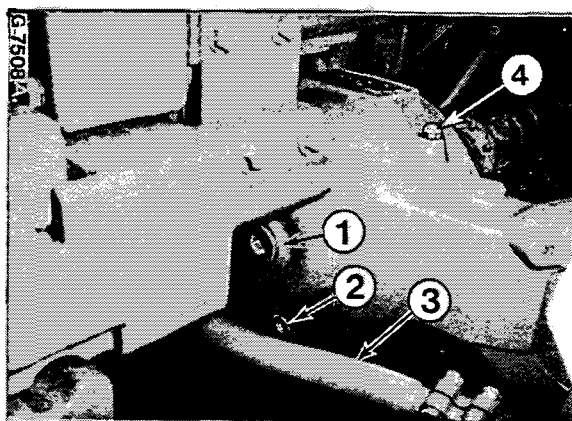
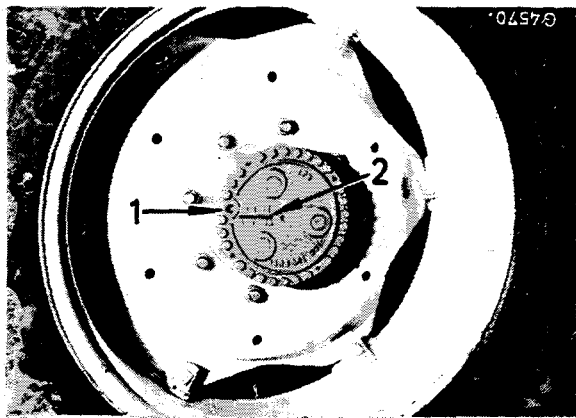
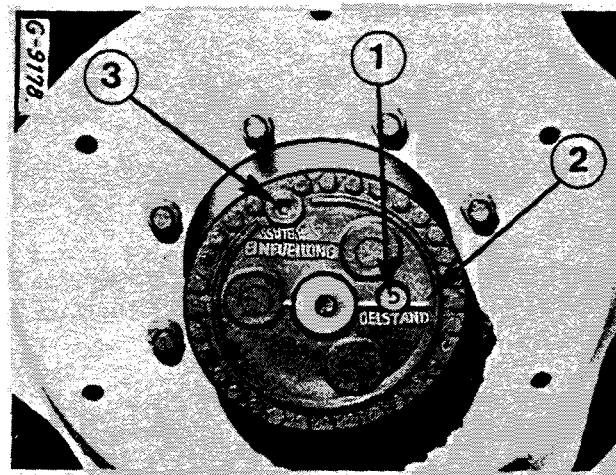

Figure 88
Figure 89
Figure 90
Vérifiez le niveau d'huile du différentiel, Fig. 88 et des réductions finales, Fig. 89 et 90, le tracteur étant arrêté sur un terrain plat.
Enlevez les bouchons (1) Fig. 88 et 89 ou (1 et 3) Fig. 90 et ajoutez éventuellement de l'huile pour amener le niveau aux orifices de remplissage. Remettez les bouchons.
Tournez chaque roue avant de façon que les bouchons (1) Fig. 89 ou (3) Fig. 90 soient dans leur position la plus basse.
Enlevez les bouchons (1 et 2) Fig. 88 et (1) Fig. 89. Nettoyez les bouchons, et lorsque l'huile s'est écoulée remettez les bouchons de vidange.
Faites le plein des carters de différentiel et de planétaires, pour amener le niveau aux orifices de remplissage et remettez les bouchons (1) Fig. 88 et 89 ou 90.
Otez la saleté accumulée sur le reniflard de l'essieu (4) Fig. 88. Tournez le capuchon du reniflard plusieurs fois pour être sûr qu'il est propre.